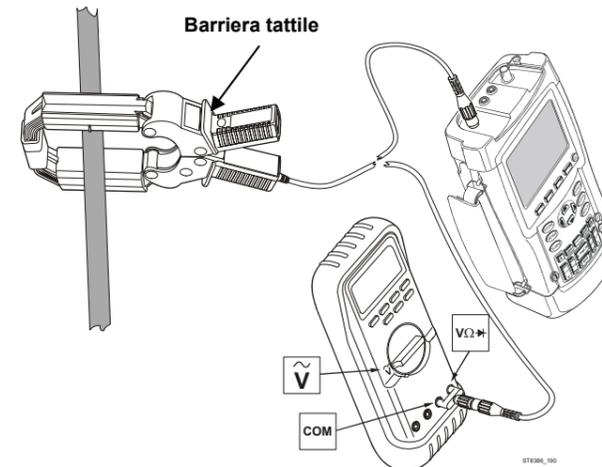

Figura 8. Impostazione della misurazione
1. Collegare il morsetto i3000s all'ingresso dello strumento di misurazione desiderato. Quando si utilizza un multimetro, avvalersi dell'adattatore doppio a banana BNC (PM9081/001) per collegare il Morsetto all'ingresso (vedere Figura 8).